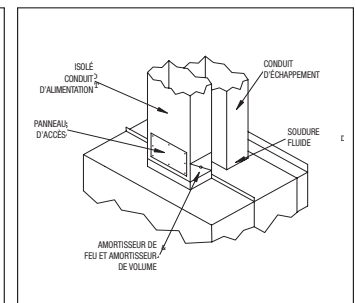

FIGURE 4
- Prévoir une porte de service amovible dans le conduit d'alimentation près du clapet coupe-feu (voir Fig. 4).